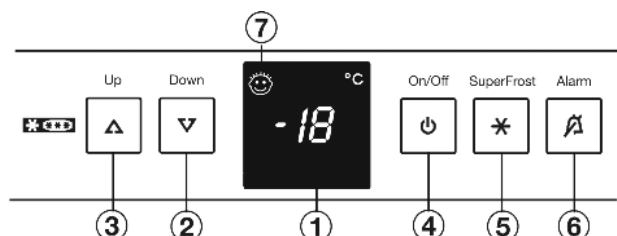

Fig. 2
- ▶ нажмите кнопку On/Off Fig. 2 (4).
- ▶ Активация режима настройки: удерживайте кнопку SuperFrost Fig. 2 (5) прикл. 5 секунд.
- ▶ Кнопкой настройки Up Fig. 2 (3) или кнопкой настройки Down Fig. 2 (2) выберите h.
- ▶ Подтвердить: Коротко нажмите кнопку SuperFrost Fig. 2 (5).